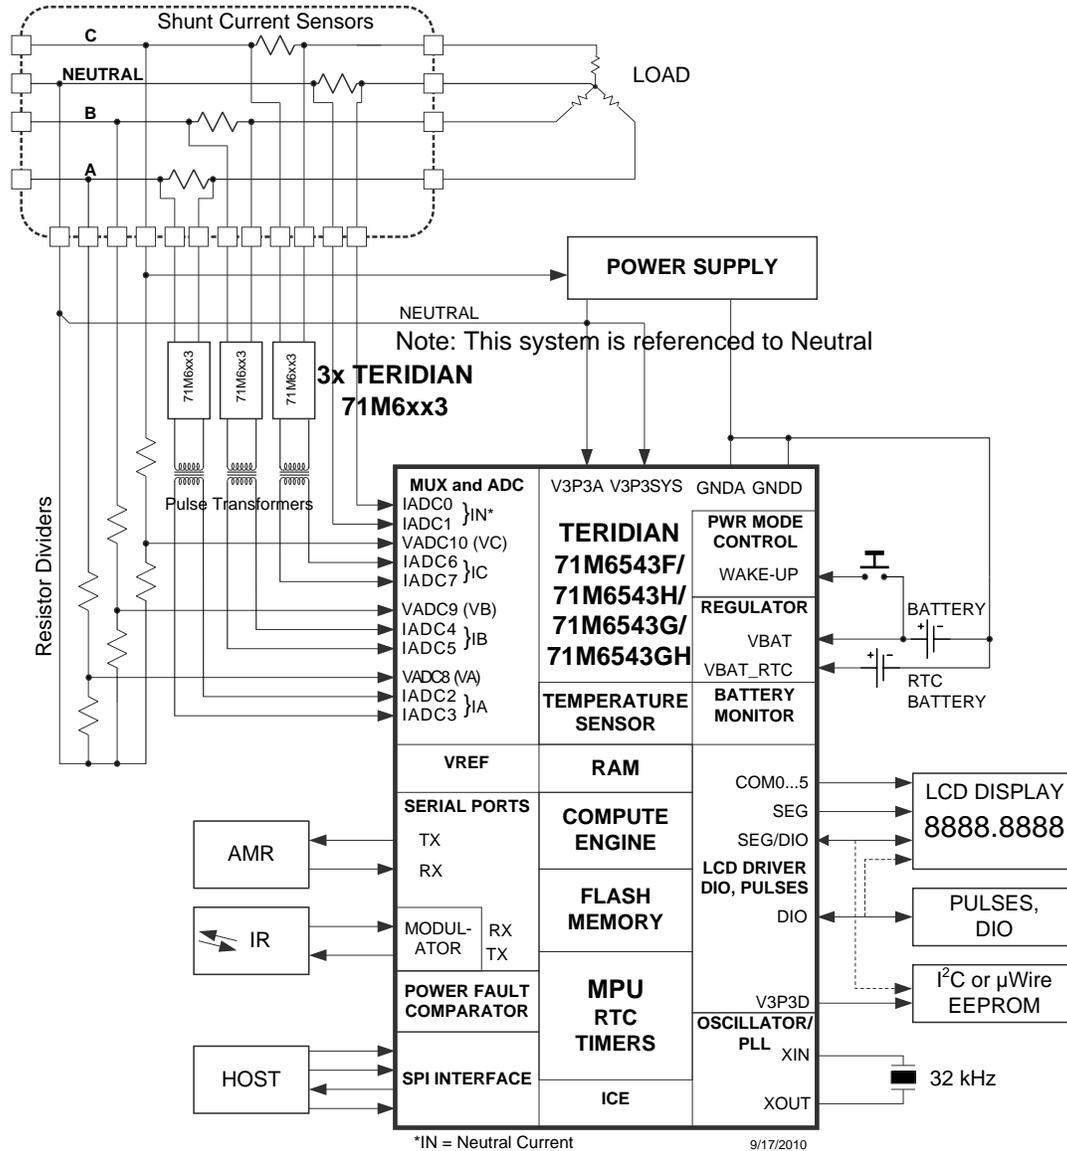

图 31. 使用三个远端和一个本地(零相)传感器的系统架构
图 31 所示为分流传感器的典型连接，采用 71M6xx3 (多相) 隔离传感器。注意，电流传感器采用非隔离连接，本例中为零相电流传感器(连接至引脚 IADC0-IADC1)。每个 71M6xx3 器件由低成本脉冲变压器进行电气隔离。71M6543 电流传感器输入必须配置为远端传感器通信，如 2.2.8 节 71M6xx3 隔离传感器接口所述(第 22 页)。采用 I/O RAM 寄存器 $MUXn_SEL[3:0]$ 灵活的再映射，允许模拟输入引脚的顺序不同于标准配置(必须使用相应的 CE 代码)。图 2 所示为对应于图 31 的 AFE 配置。
本节讨论将电流分流传感器与 Teridian 的 71M6xx3 远端隔离传感器配合使用时, 电表设计的温度补偿, 如图 31 所示。
参见图 31, VADC8 (VA)、VADC9 (VB)和 VADC10 (VC)电压传感器直接连接到 71M6543。所以, 电压传感器的精度主要受 71M6543 VREF 的影响。电压传感器的分压电阻(见图 27)温度系数决定分压比随温度的变化。建议采用具有低温度系数的电阻, 利用相同工艺、同一系列的电阻构成分压器, 将分压比受温度的影响降至最小。电阻必须满足额定电压的要求。
表 67 给出了图 31 所示 1 个本地传感器/3 个远端传感器配置下的五个 $GAIN_ADJ_x$ 公式输出储存位地址和补偿电压或电流传感器通道。
表 67. $GAIN_ADJ_n$ 补偿通道(图 2、图 31、表 1)